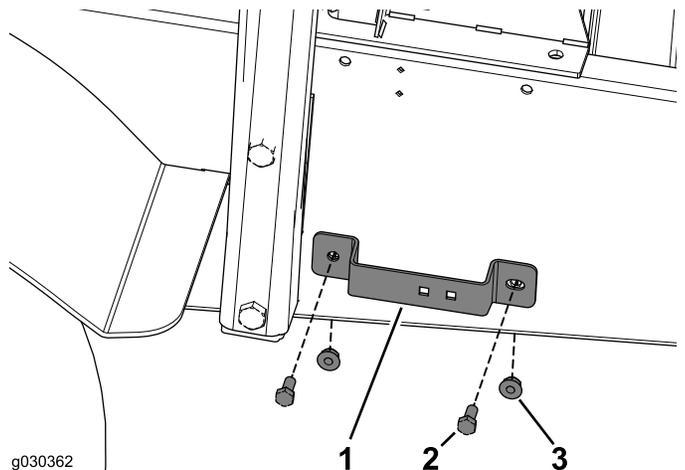

Figura 39
- 1. Fije el soporte de la manguera al bastidor de la máquina con los 2 pernos (5/16" x 3/4") y 2 tuercas con arandela prensada (Figura 39).